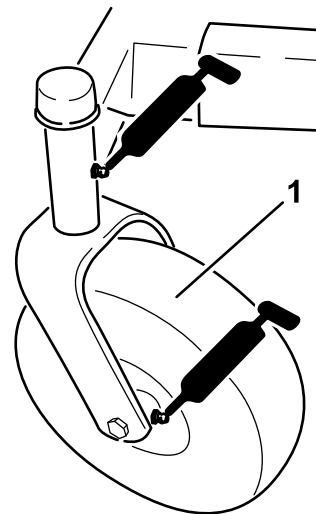
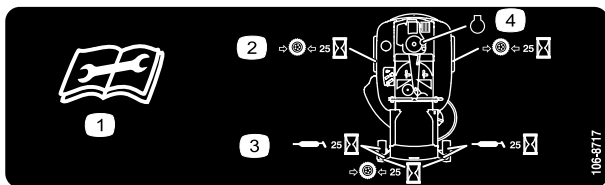

Figura 27
Figura 28
3. Limpie con un trapo los puntos de engrase (Figura 27) y (Figura 28). Asegúrese de rascar cualquier pintura que hubiera sobre los puntos de engrase.
4. Conecte una pistola de engrasar a cada punto de engrase (Figura 27 y Figura 28). Bombee grasa hasta que empiece a rezumar grasa de los cojinetes.